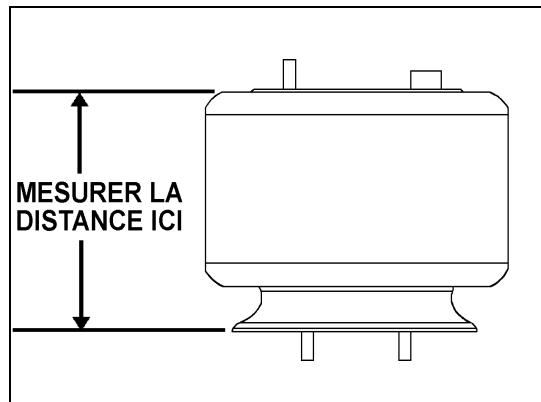

FIGURE 4: MESURE DE LA DISTANCE 16067
11. Lorsque le véhicule a atteint la pression de fonctionnement normale, vérifier la hauteur du châssis du véhicule en mesurant la distance entre les supports des ballons installés sur l'essieu avant, la distance doit être de $305 \pm 6\text{mm}$ ($12 \pm 0.25"$). Se référer à la figure 4 pour identifier l'emplacement où la mesure doit être prise.
10. Lorsque le véhicule a atteint la pression de fonctionnement normale, vérifier la hauteur du châssis du véhicule en mesurant la distance entre les supports des ballons installés sur l'essieu moteur, la distance doit être de $292 \pm 6\text{mm}$ ($11.5 \pm 0.25\text{''}$). Se référer à la figure 4 pour identifier l'emplacement où la mesure doit être prise.
10. Lorsque le véhicule a atteint la pression de fonctionnement normale, vérifier la hauteur du châssis du véhicule en mesurant la distance entre les supports des ballons installés sur l'essieu moteur, la distance doit être de $292 \pm 6\text{mm}$ ($11.5 \pm 0.25"$). Se référer à la figure 4 pour identifier l'emplacement où la mesure doit être prise.